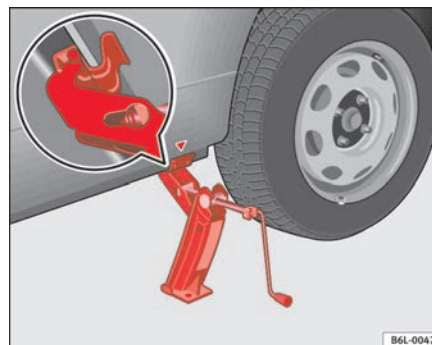

Abb. 137 Wagenheber
- Richten Sie den Wagenheber so aus, dass seine Klaue den Steg des Unterholms umfasst und die bewegliche Grundplatte plan auf dem Boden aufliegt ⇒ Seite 219, Abb. 137.